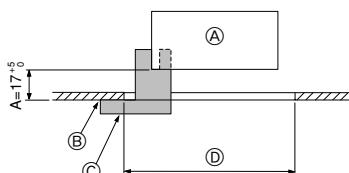

Fig. 5-2
5.2. 准备连接格栅 (Fig. 5-2)
- 用本零件箱中附带的轨距③，检查调整装置和天花板之间的关系位置。如果没有将本机正确放入天花板，则可能会引致漏气或凝结水蒸气。